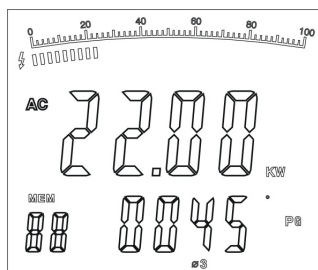

Figure 11
3. Après l'enregistrement de la mesure de puissance de courant biphasé, appuyez sur SEL à nouveau pour sélectionner  $\text{③}$ . L'écran double montre la valeur KW de puissance active et le PG triphasé, comme sur la figure 11.